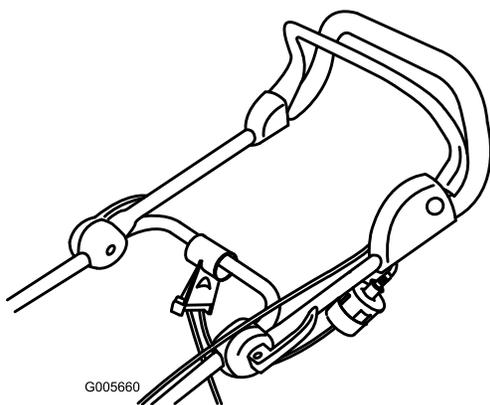

Figure 13
2. Branchez la rallonge au connecteur de la tondeuse (Figure 13).